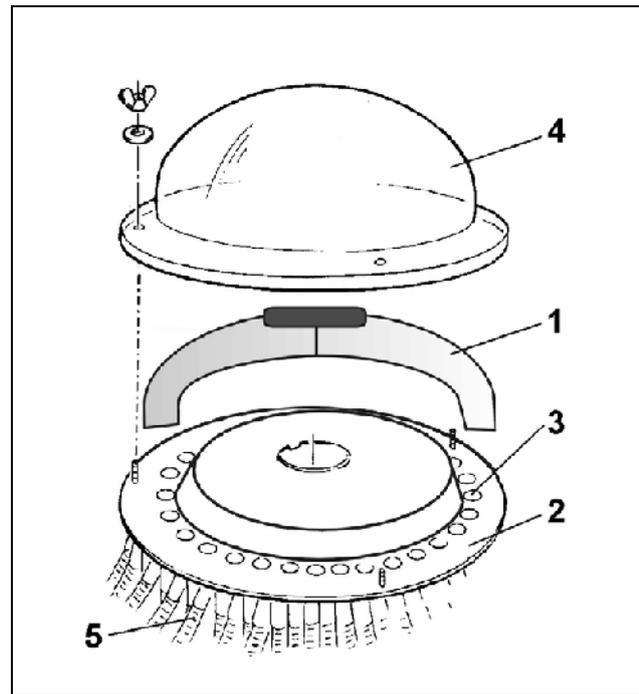
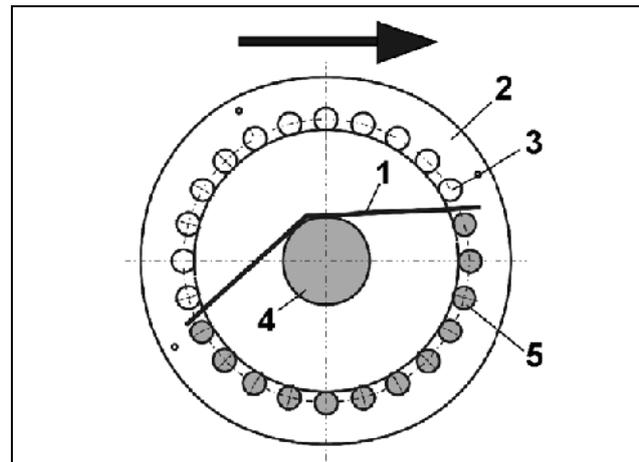

Fig. 68
Fig. 69
La tôle (Fig. 68/1) permet de fermer un côté des sorties dans la tête de distribution, le flux de semence est alors réparti sur la moitié de l'ensemble des sorties (Fig. 68/3) et donc sur la moitié de l'ensemble des socs. Vous pouvez ainsi choisir d'interrompre l'alimentation des socs en semence sur la moitié droite ou sur la moitié gauche de la machine et de semer avec l'autre moitié de la machine.
- Démontez le capot de distribution (Fig. 68/4)
- Posez la tôle (Fig. 68/1 ou Fig. 69/1) sur la plaque de répartition (Fig. 68/2 ou Fig. 69/2), de façon à ce que les sorties souhaitées soient fermées par la tôle.
- Sur la vue de dessus (voir Fig. 69)
- les sorties fermées, représentées non hachurées (Fig. 69/3) se trouvent (Fig. 69/4) côté opposé sur le tuyau de descente spirale
- les sorties ouvertes, représentées hachurées (Fig. 69/5) se trouvent (Fig. 69/4) du côté du tuyau de descente spirale.
- Contrôlez toujours au niveau du passage des flexibles guide-semence (Fig. 68/5), que la tôle obture bien le flux de semence vers les socs souhaités.
- Marquez la position de la tôle sur la plaque de répartition en utilisant un stylo adapté (Fig. 69/2), pour que vous puissiez retrouver rapidement la position de la tôle sur la plaque de répartition lors des utilisations suivantes.
- Fixez le capot de distribution (Fig. 68/4) sur la tête de distribution. La garniture est bloquée en position dès la fermeture du capot de distribution (Fig. 68/1).